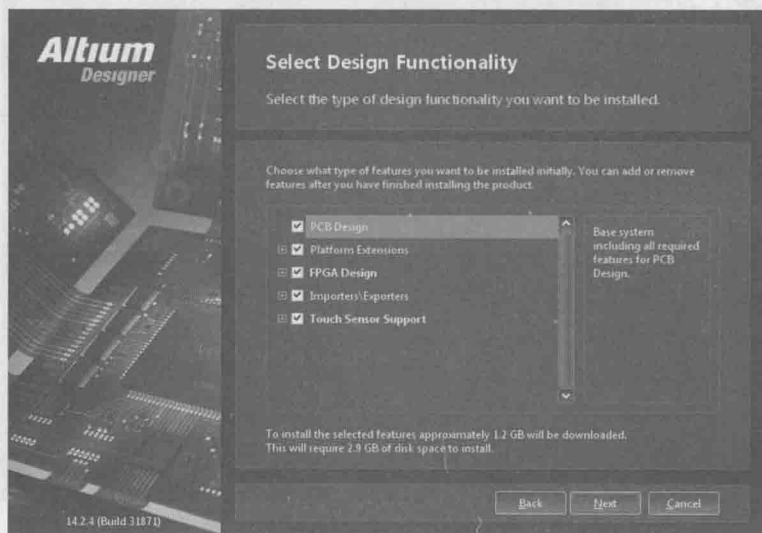

图 1-4 选择安装类型
4. 单击“Next (下一步)”按钮进入下一个画面,出现安装类型信息的对话框,有 5 种类型,如果只做 PCB 板设计,只选第 1 个;同样,需要做什么设计选择哪种,系统默认全选,设置完毕后如图 1-4 所示。